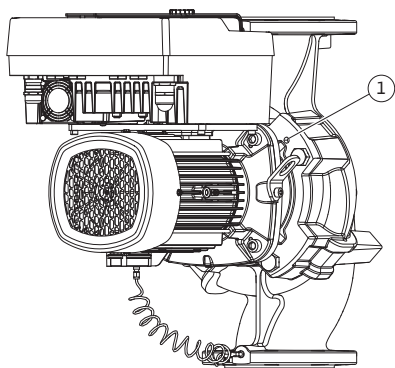

Fig. 103: A behelyezhető készlet lenyomása a menetes furatokon keresztül
12. A (Fig. III, IV) szivattyútípus esetén lazítsa meg a csavarokat (29. poz.). Használja a mellette található két menetes furatot (Fig. 103, 1. poz.) és használja az építető által biztosított megfelelő csavarokat (pl. M10 x 25 mm). Nyomja le a behelyezhető készletet a szivattyúháztól.